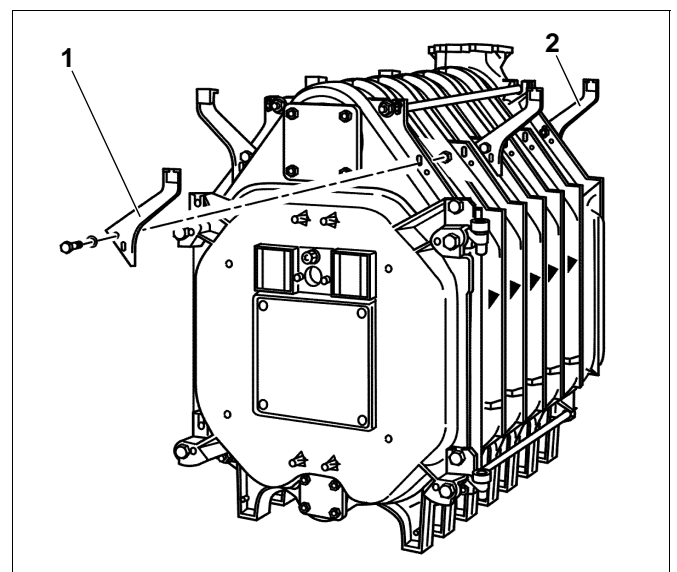

Fig. 35 Montaggio delle mensole
Le mensole dell'elemento anteriore e degli elementi intermedi (fig. 35, **pos. 1**) si devono sempre avvitare dal davanti alle alette degli elementi della caldaia. Le mensole dell'elemento posteriore (fig. 35, **pos. 2**) si devono avvitare da dietro alle alette dell'elemento posteriore.